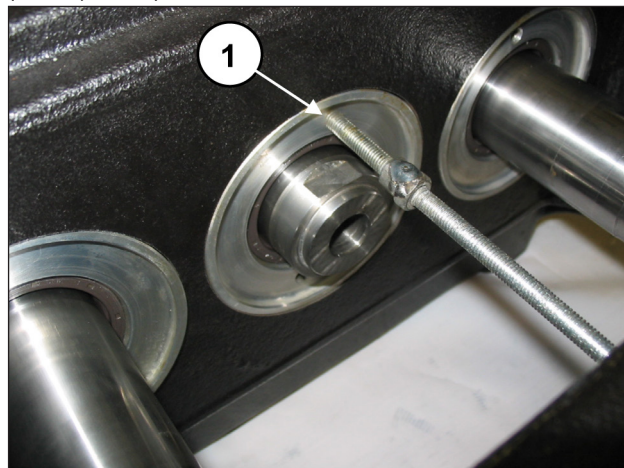
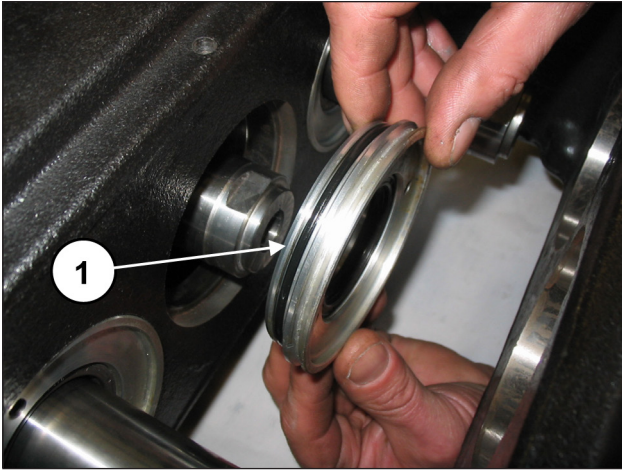

Abb. 4
Abb. 5
Entnehmen Sie die Ölabbstreifring-Deckel durch Eindrehen einer Gewindestange oder einer Schraube M6 als Abzieher in die entsprechenden Bohrungen am Deckel (Pos. ①, Abb. 4) und nehmen Sie die Deckel von der Pumpengruppe ab (Pos. ①, Abb. 5).